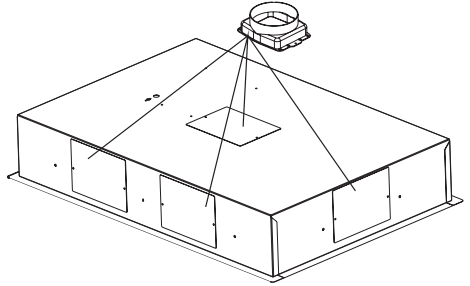

Abb. M1
- Sie können die Abluft von allen Richtungen an die Haube anschließen (Abb.M1). Durch entsprechendes Drehen der Haube horizontal finden Sie einen Luftauslass zu der gewünschten Seite. Die nicht benötigten Luftauslässe mit den Abdeckplatten schließen.